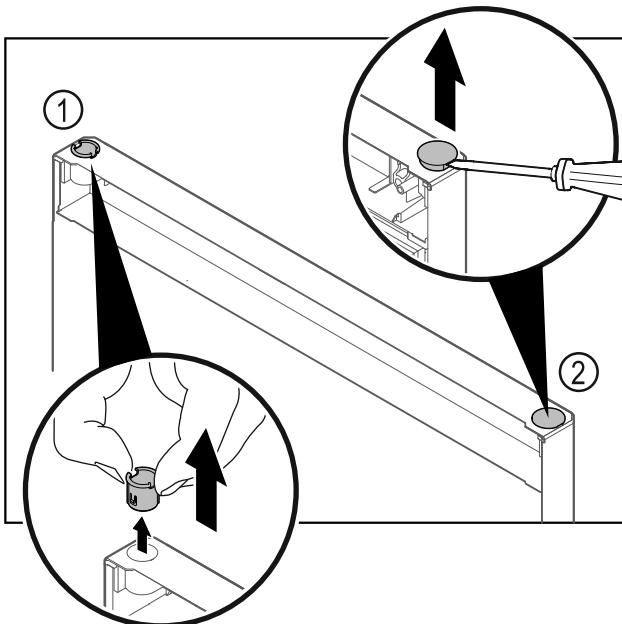

Fig. 11
- ▶ Изтеглете с пръсти втулката на пантата *Fig. 11 (1)*.
- ▶ С плоска отвертка внимателно повдигнете покриваща тапа *Fig. 11 (2)* и я извадете.